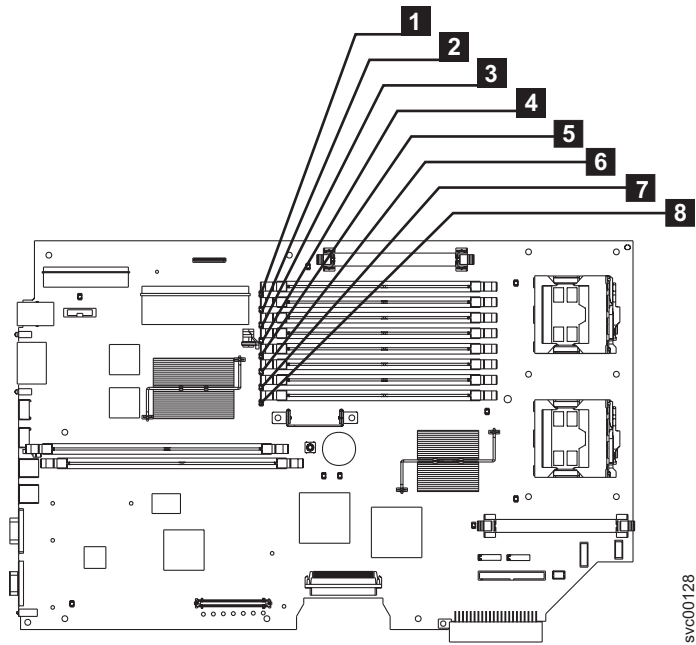

図 98. SAN ボリューム・コントローラー 2145-8F2 または SAN ボリューム・コントローラー 2145-8F4 メモリー・モジュールの見つけ方
- SAN ボリューム・コントローラー 2145-8F4 または SAN ボリューム・コントローラー 2145-8F2: これらのモジュールには、130 ページの図98 に示すように、**1** から **8** の番号が付けられています。